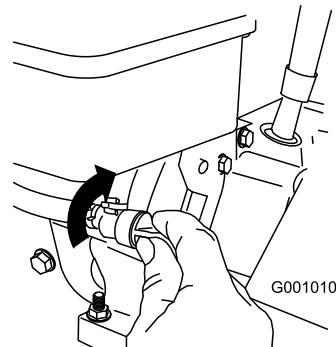

Bild 27
- Schließen Sie den Kraftstoffhahn durch Drehen nach rechts (Bild 27).